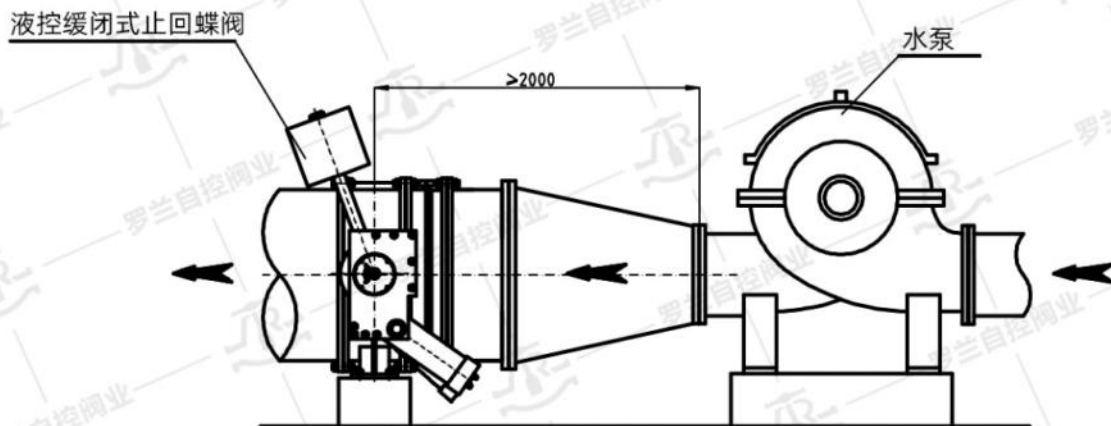
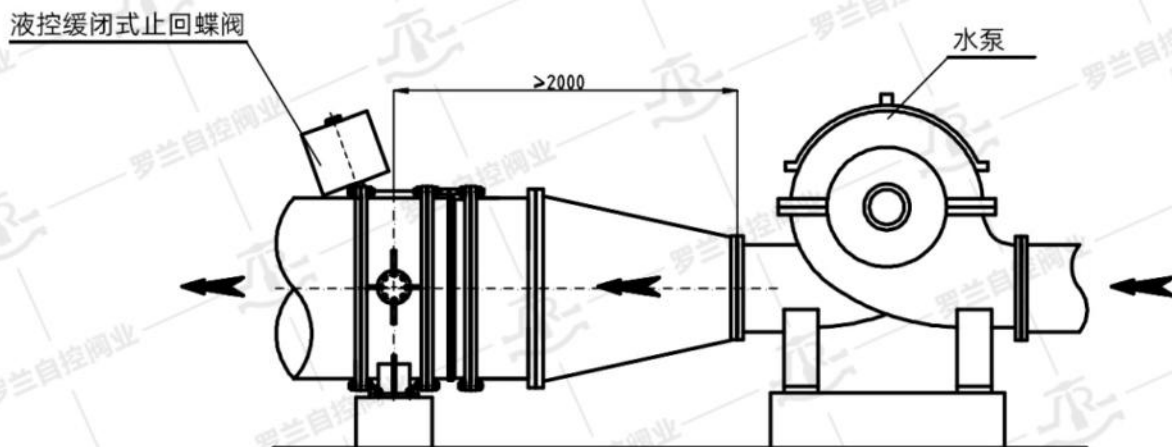

图1、正装型管道安装图
图2、反装型管道安装图
- 2、正/反装液控蝶阀均按图1、图2所示安装，确认液压传动系统与水泵出水管道的相对方位，将阀门安装在水泵出口。即用作水泵出口止回阀或水轮机进口阀时，水泵或水轮机均位于阀门的无阀杆侧。